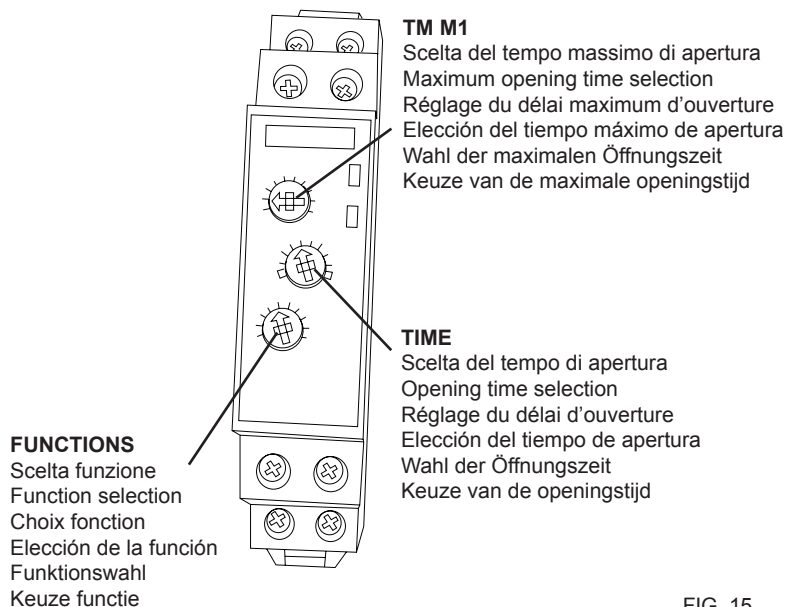

FIG. 15
**IMPOSTAZIONE TEMPO DI APERTURA (Fig. 15)**
**EN MODULAR TIMER ACCESSORY (item 1-07022-20-0)**
**OPENING TIME SETTING (Fig. 15)**
**REGLAGE DELAI D'OUVERTURE (Fig. 15)**
**REGULACIÓN TIEMPO DE APERTURA (Fig. 15)**
**EINSTELLUNG DER ÖFFNUNGSZEIT (Abb. 15)**
**INSTELLING OPENINGSTIJD (Fig. 15)**